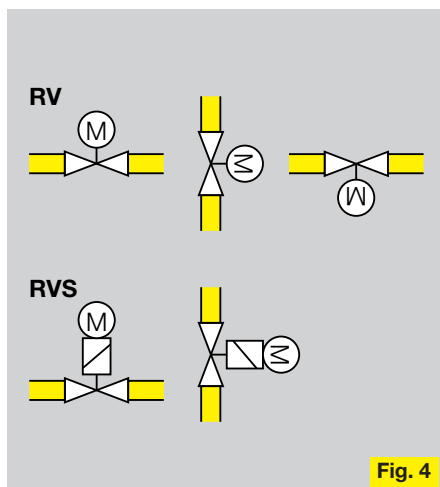

Fig. 4
**Einbaulage:** RV: beliebig, RVS: senkrecht oder waagrecht, nicht über Kopf (Fig. 4). Beim Einbau des Regelventils in die Rohrleitung Antrieb nicht als Hebel benutzen. Passenden Schraubenschlüssel verwenden.
**Fitting position:** RV: any; RVS: vertical or horizontal, not upside down (Fig. 4). Do not use the actuator as a lever when installing the regulating valve in the pipe-work. Please use a suitable spanner.
**Монтажное положение:** RV: произвольно; RVS: вертикально или горизонтально, катушкой вверх (Fig. 4). При установке на трубопровод не использовать привод в качестве рычага. Используйте соответствующие ключи.